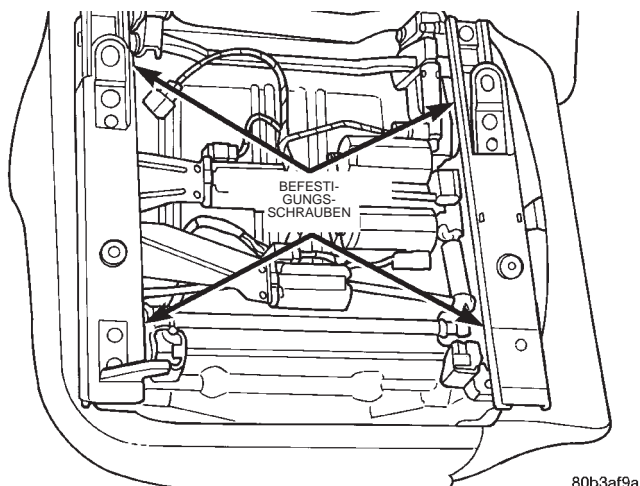

Abb. 60 Sitzschiene/Vordersitz – Typisch
(4) Befestigungsschrauben lösen, mit denen die Sitzschiene und die Rückenlehnen-Verstellung am Sitzpolsterrahmen befestigt sind (Abb. 60).
(5) Sitzschiene und Rückenlehnen-Verstellung vom Sitzpolster abnehmen.